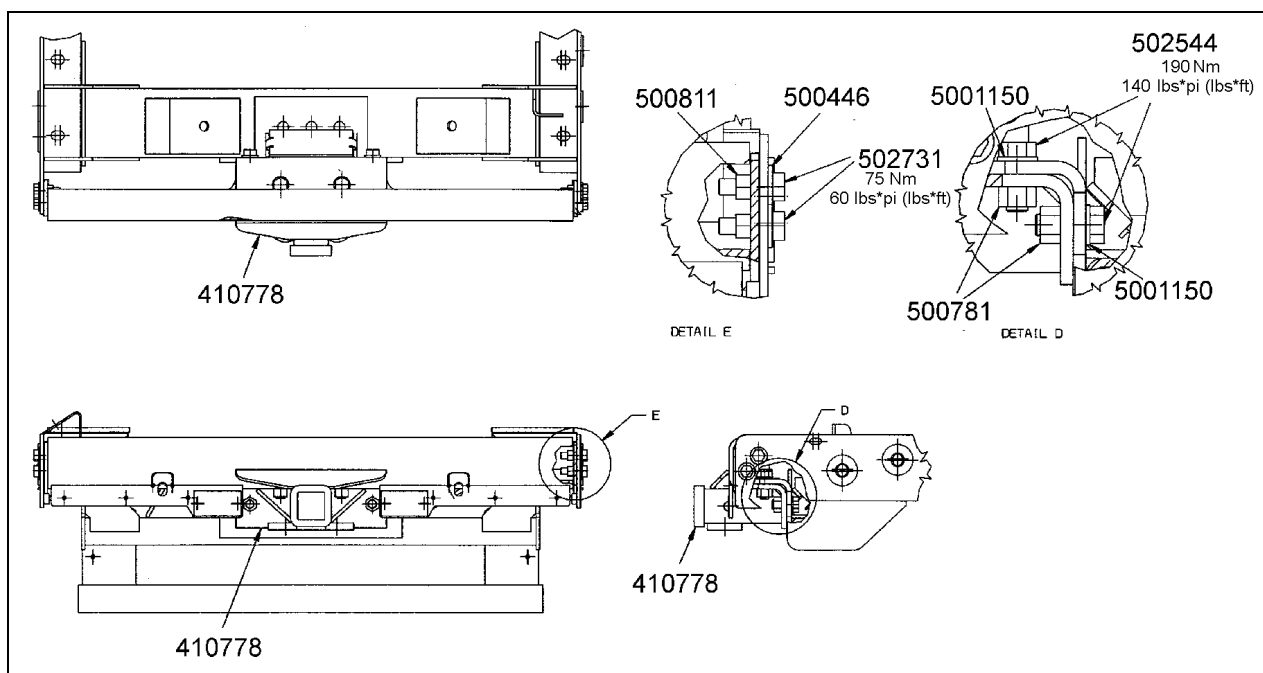

FIGURE 8 : FIXATION DU DISPOSITIF D'ATTELAGE DE REMORQUE
19. Installer le dispositif d'attelage de remorque. Se référer à la figure 8 pour identifier les boulons et connaître les couples de serrage.